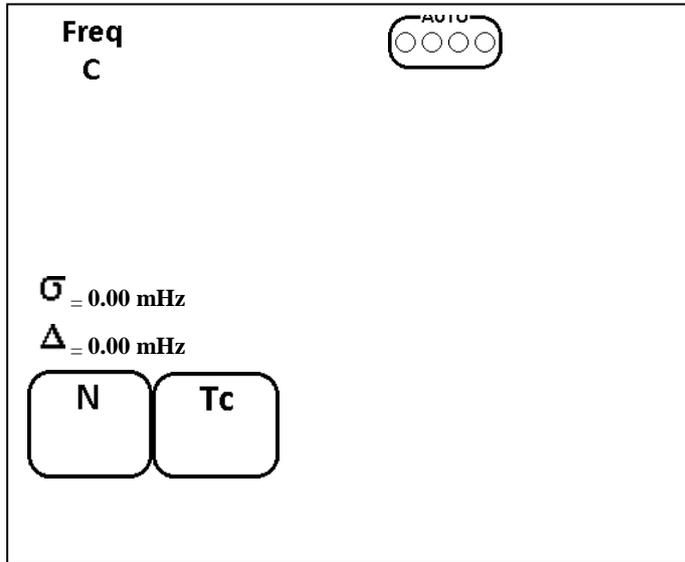

Рис. 6.12 Режимы работы канала C.
- Нажать кнопку меню F3, при этом на экране ЖК монитора появится меню выбора режимов работы канала В, см. Рис. 6.12: